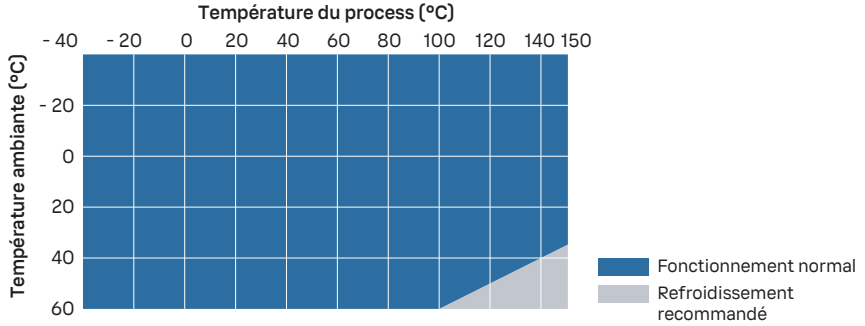

Figure 20 Température de process et refroidissement recommandé
- Utilisez un refroidissement supplémentaire conformément à Figure 20 \(page 105\). Notez que les valeurs de la figure sont indicatives. Le refroidissement requis dépend de l'emplacement d'installation et de l'environnement.